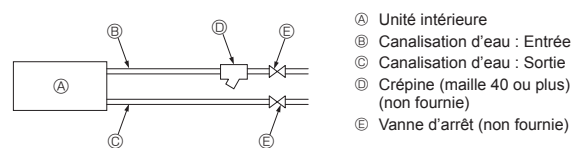

Fig. 4-5
11. Veuillez-vous reporter à la [Fig. 4-5] lors du raccordement de l'alimentation en eau.